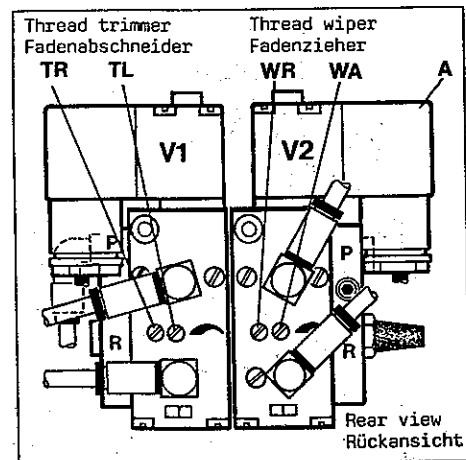
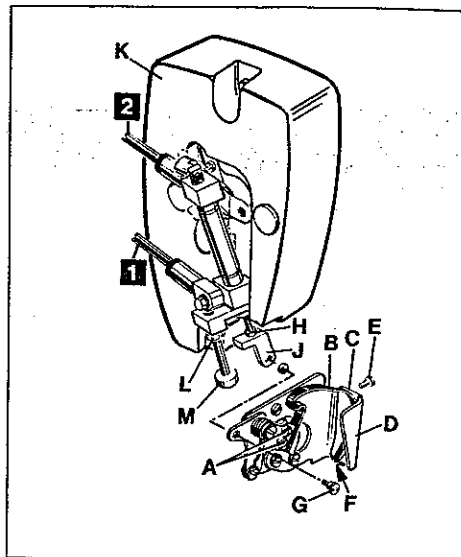
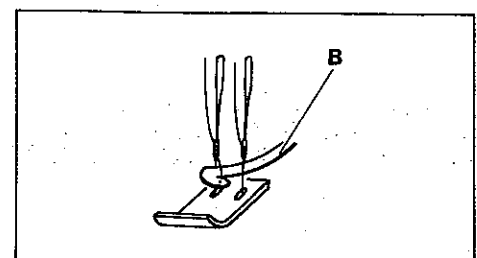
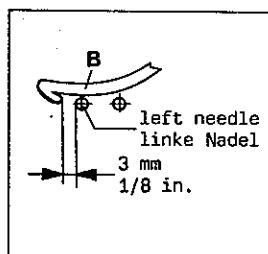

Fig. 51
Fig.52
Fig.54
Fig.55
6.1 Keep power and air supply of thread wiper disconnected by loosening the securing screw and pulling-out plug (A, Fig. 51) on valve (V2) and by disconnecting the PA-tubes (1 and 2, Fig. 52) on the air cylinder of the wiper.
When the hook (B, Fig. 54) returns from left to right it must catch the needle threads and draw them to leaf spring (C, Fig. 52) for clamping.
For adjustment loosen screws (A, Fig. 52), set as required and retighten screws.
6.2 The wiper hook (B, Fig. 52) and leaf spring (C) for clamping the needle threads should be approximately flush at point (F) when the hook (B) is in its right end position.
After loosening screw (E, Fig. 52) set the lower end of leaf spring flush to the lower edge of bracket (D) at point (F). Retighten screw (E).
For adjustment of hook (B, Fig. 52) loosen screw (G) and nut (H) and screw stop (J) in or out as required. Retighten nut (H) and reconnect wiper with screw (G).
6.1 Trennen Sie den Fadenzieher von der Strom- und Luftzufuhr durch Lösen der Sicherungsschraube und herausziehen des Steckers (A, Fig. 51) am Ventil (V2) und durch Lösen der PA-Schläuche (1 und 2, Fig. 52) am Luftzylinder des Fadenziehers.
Wenn der Haken (B, Fig. 54) von links nach rechts zurückschwenkt muß er die Nadelfäden mitnehmen und zum Festklemmen zur Blattfeder (C, Fig. 52) ziehen.
Zur Einstellung lösen Sie die Schrauben (A, Fig. 52), stellen entsprechend ein und ziehen die Schrauben wieder an.
6.2 Der Haken für Fadenzieher (B, Fig. 52) und die Blattfeder (C) zum Klemmen der Nadelfäden müssen in der rechten Endstellung des Hakens (B) im Punkt (F) in etwa bündig sein.
Stellen Sie nach Lösen der Schraube (E, Fig. 52) das untere Ende der Blattfeder (C) bündig zur unteren Kante des Halters (D) bei Punkt (F). Ziehen Sie die Schraube (E) wieder an.
Zur Einstellung des Hakens (B, Fig. 52) lösen Sie die Schraube (G) und die Mutter (H) und schrauben den Anschlag (J), nach Bedarf ein oder aus. Ziehen Sie die Mutter (H) wieder an und verbinden Sie den Fadenzieher wieder mit der Schraube (G).
6.2 Stop screw (M, Fig. 52) limits the motion of the wiper hook to the left. Loosen nut (L) and set the stop screw (M) so that stop (J) strikes against it when the wiper hook (Z, Fig. 55) is 3 mm (1/8 in.) left of the left needle. Retighten nut (L, Fig. 52).
HINT: For disassembling head cover (K, Fig. 52) remove screw (G), the two head cover fastening screws and disconnect PA-tubes (1 and 2).
The speed for the movement of the thread trimmer mechanism to the left for cutting is regulated with screw (TL, Fig. 51) and the speed for the movement to the right in home position is regulated with screw (TR) on valve (V1).
The speed for the movement of the wiper hook to the left is regulated with screw (WL, Fig. 51) and the movement to the right in home position is regulated with screw (WR) on valve (V2).
6.2 Die Anschlagsschraube (M, Fig. 52) begrenzt den Weg des Hakens für Fadenzieher nach links. Lösen Sie die Mutter (L) und stellen Sie die Anschlagsschraube (M) so, daß der Anschlag (J) an ihr anschlägt, wenn der Haken für Fadenzieher (B, Fig. 55) 3 mm links der linken Nadel steht. Ziehen Sie die Mutter (L, Fig. 52) wieder an.
HINWEIS: Entfernen Sie zum Abnehmen des Kopfdeckels (K, Fig. 52), die Schraube (G) sowie die beiden Kopfdeckel-Befestigungsschrauben und lösen Sie die PA-Schläuche (1 und 2).
Die Geschwindigkeit für die Bewegung des Fadenabschneidermechanismus nach links zum Schneiden wird mit der Schraube (TL, Fig. 51) und für die Bewegung nach rechts in die Ruhestellung mit der Schraube (TR) am Ventil (V1) reguliert.
Die Geschwindigkeit für die Bewegung des Hakens für Fadenzieher nach links wird mit der Schraube (WL, Fig. 51) und für die Bewegung nach rechts in die Ruhestellung mit der Schraube (WR) am Ventil (V2) reguliert.